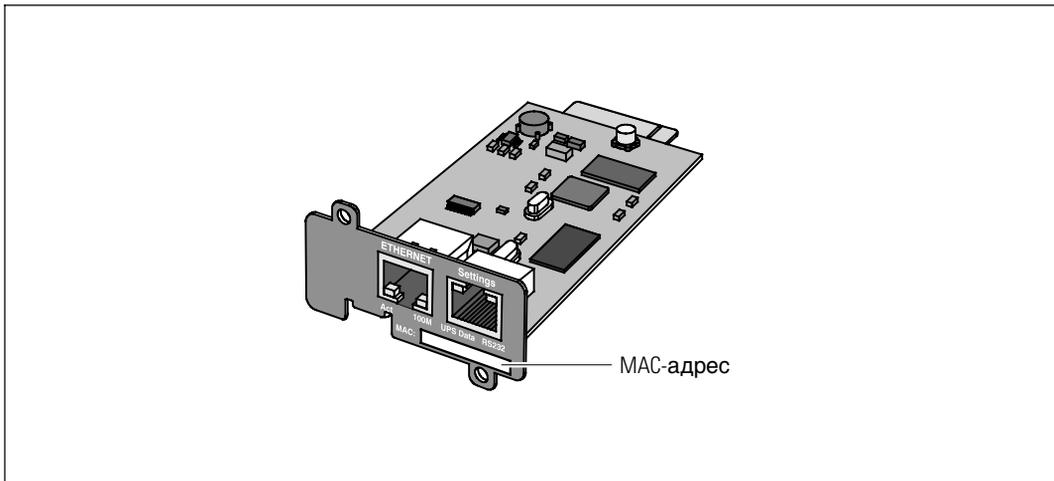

Рис. 2. Расположение MAC-адреса
- MAC-адрес указан на наклейке на передней части карты (см. Рис. 2).